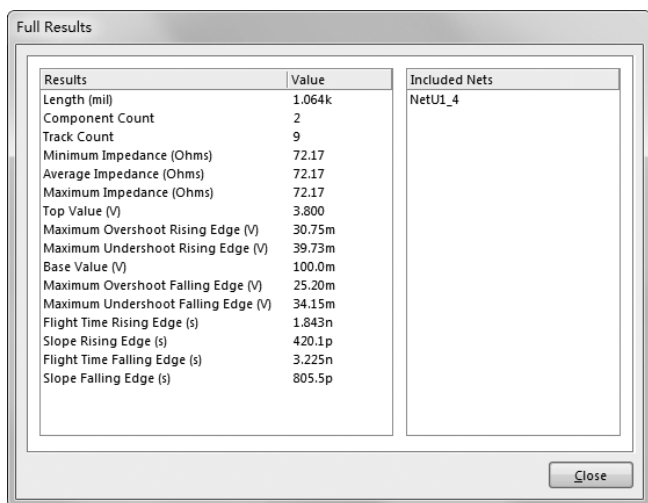

图 13-31 “Full Results” 对话框
- “Details”（详细资料）：选择该命令，系统将弹出如图 13-31 所示的“Full Results “（全部结果）对话框，显示在网络列表中所选的网络详细分析情况，包括元件个数、导线条数，以及根据所设定的分析规则得出的各项参数等。